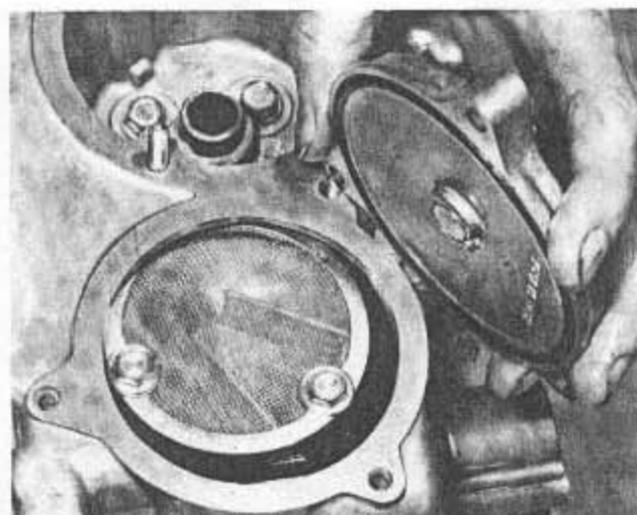

Bild 208
- Alle 10 000 km (etwa bei jedem vierten Motorölwechsel) ist das Siebfilter des Ölpumpenansaugtrichters auszubauen und zu reinigen. Nach Abbau des rückwärtigen Deckels, welcher durch drei Schrauben gehalten wird, ist das Siebfilter zugänglich (Bild 208). Um das Filtersieb zu befreien, entferne man die zwei Schrauben (Bild 208) und drehe das Sieb ein wenig im Uhrzeigersinn. Die versteckte hintere Kante des Siebs wird durch eine gebogene Zunge geführt, welche in einer Aufnahme am Ansaugtrichter liegt. Das Filtersieb wird unter Verwendung einer weichen Bürste in sauberem Kraftstoff ausgewaschen.